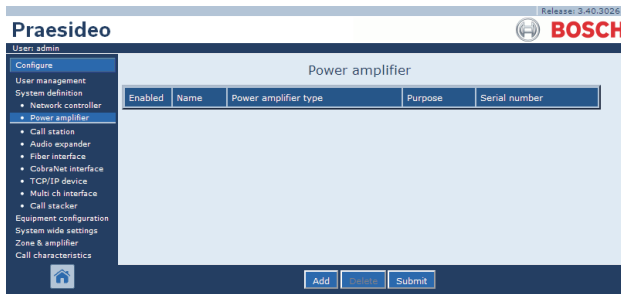

abbildung 43.4: Neue Endstufe hinzufügen, Schritt 1
- 1 Rufen Sie *Configure > System definition > Power amplifier* auf. Im Mainframe der webbasierten Benutzeroberfläche erscheint ein Bildschirm, der dem in abbildung 43.4 ähnelt.